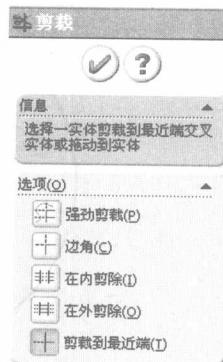
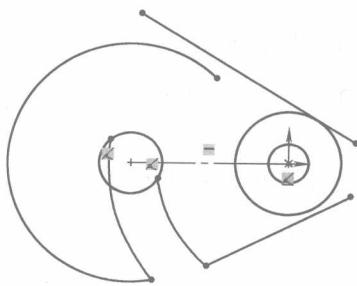

图 1-6
图 1-7
(4) 单击草图工具栏里的 图标，此时在状态树中显示出“剪裁”命令选项对话框，如图 1-6 所示，选择“剪裁到最近端”选项。然后在刚绘制的图形上点取不要的部分，结果如图 1-7 所示。